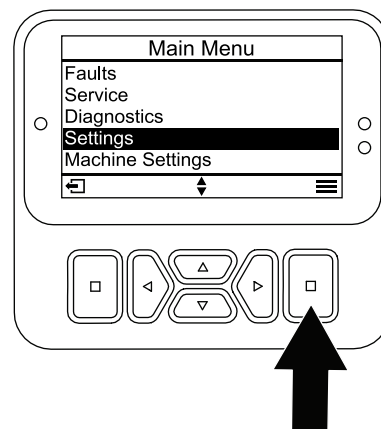

Figure 19
1. Depuis le MENU PRINCIPAL, naviguez jusqu'au menu RÉGLAGES et appuyez sur le bouton de sélection (Figure 19).